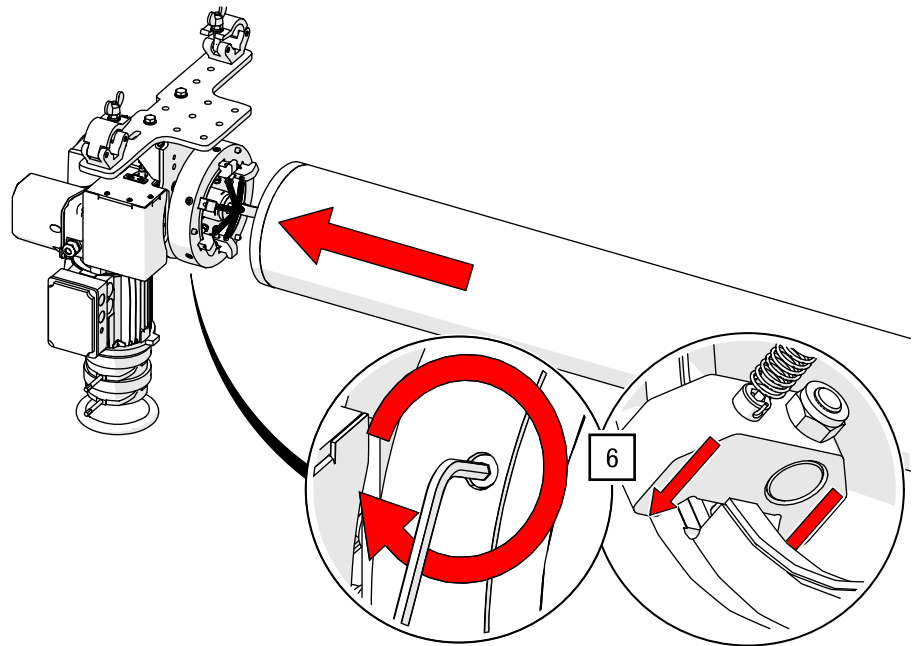

Abb. 24: Rollbildwand TUBE – CFK-Rohre mit Endstück (Motorseite) verbinden
6. Verbinden Sie Rohr und Endstücke und ziehen Sie die Sechskantschrauben schrittweise über Kreuz an analog zu Schritt 3 (siehe Abb. 24).